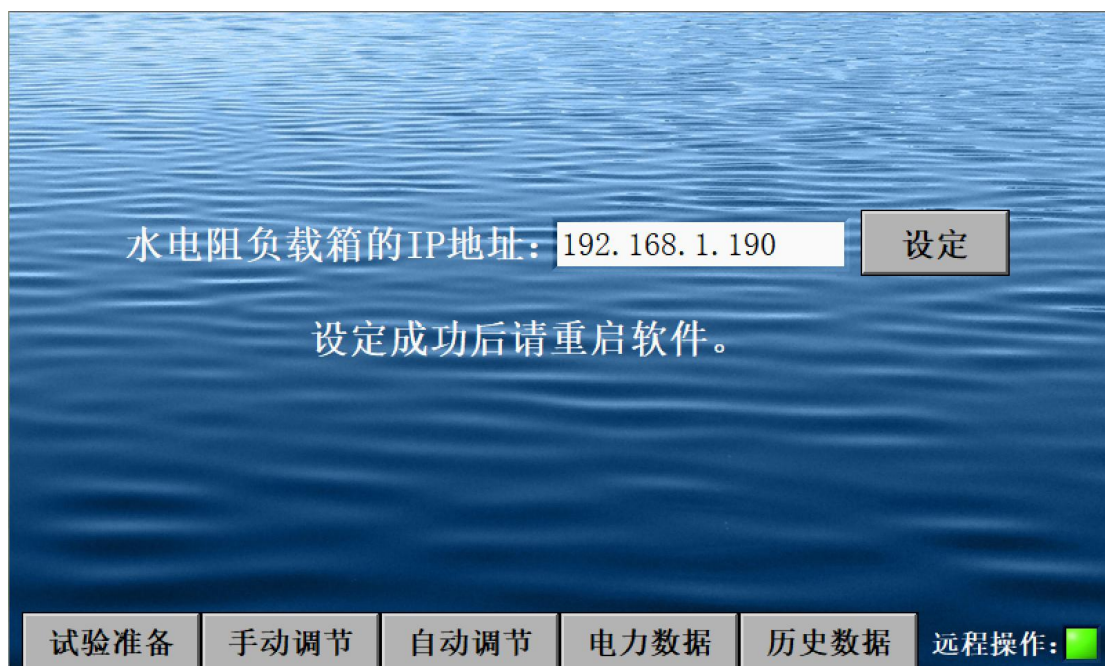

图 11 以太网连接页面
（4）在 windows 电脑中启动监控软件，启动后会显示图 11 的画面，并且右下角的远程操作指示灯呈现红绿闪烁的状态，代表监控软件正在建立与水电阻负载箱的连接。连接成功后，远程操作指示灯长绿，监控软件切换到试验准备页面。如果长时间连接不成功，可能是水电阻负载箱的 IP 地址发生了变动，可尝试在该页面修改 IP 地址，并重启监控软件。
- (1) 将监控软件复制到不同的文件夹并启动，即可同时运行多个监控软件；
- (2) 修改水电阻负载箱的 IP 地址，使得每个水电阻负载箱都具有不同的 IP 地址；
- (3) 在图 11 的以太网连接页面修改 IP 地址，将不同的监控软件连接到不同的水电阻负载箱。
（15）在控制面板的触摸屏或 Windows 桌面软件上点击液位自动调节按钮（图 11 或图 12），启用水位自动调节功能；